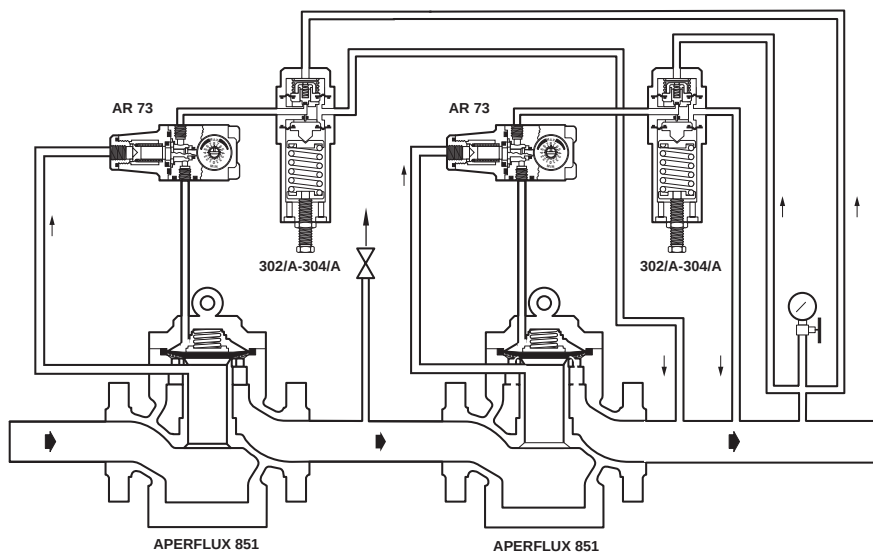

Fig. 18
- regolatore APERFLUX 851, in tutto uguale al regolatore principale (fig. 18).
- APERFLUX 851 regulator, the same in all ways as the main regulator (fig. 18).
- APERFLUX 851, genau dem Hauptregler entsprechend (Fig. 18).
- un détendeur APERFLUX 851 parfaitement identique au détendeur principal (Fig. 18).
- regulador APERFLUX 851, igual en todo al regulador principal (fig. 18).
- regulador APERFLUX 851, exactamente igual ao regulador principal (fig. 18).